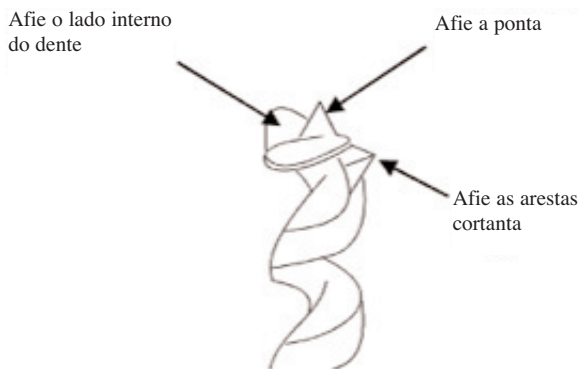

Figura 7
1. Afie a broca usando uma lima pequena e uniforme, seguindo o perfil original da broca. Afie o lado interno do dente, as laterais da ponta e as arestas cortantes contra a alma da broca. Veja a figura 7.